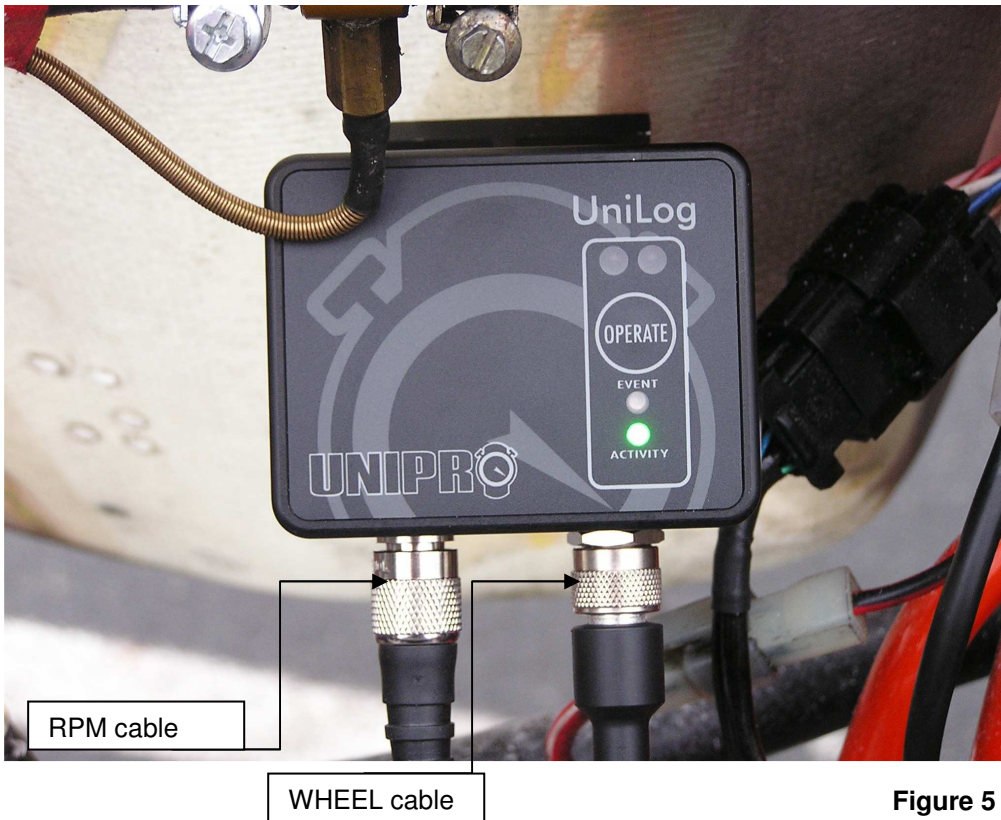

Figure 5
The wheel sensor cable is to connect with the UniLog box (see figure 5). The cable end with the sensor must be fitted by means of the clip on the mounting link. The end of the cable must directed perpendicular to the magnet with a gap distance of 2 – 5 mm.
Das Radsensor-Kabel ist mit der UniLog Box zu verbinden (siehe Abbildung 5). Das Kabelende mit dem Aufnehmer ist mittels der Halteschelle an der Verbindungslasche, senkrecht so zu befestigen, dass der Abstand zum Magnet 2 – 5 mm beträgt.
The RPM sensor cable is to connect with the UniLog box (see figure 5). The cable end must be fitted by means of the tie-wraps on the HT cable with 5 - 15 cm distance to the spark plug socket and should not have contact with other induction cables (as for the data logger), see figure 4.
Das Motordrehzahl-Kabel ist mit der UniLog Box zu verbinden (siehe Abbildung 5). Das Kabelende muss mittels Kabelbindern am Zündkabelkabel mit in einer Entfernung von 5 – 15 cm vom Kerzenstecker befestigt werden (siehe Abb. 4) und soll keinen Kontakt mit anderen Induktionskabeln (z.B. vom Data Logger) haben.
- green LED (see figure 5) flashing in normal frequency: 0.5 sec on – 0.5 sec. off etc. (UniLog receives both signals correctly)
- Grüne Kontrollleuchte (siehe Abb. 5) blinkt in normaler Frequenz: 0,5 s an und 0,5 s aus (UniLog empfängt beide Signale korrekt)